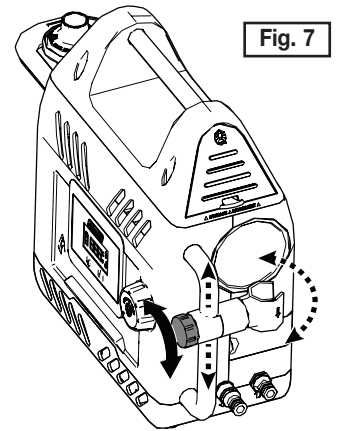

Fig. 7
3. Afloje la perilla de ajuste y regule el ángulo y la altura del brazo de la ducha. Cuando encuentre la posición deseada, apriete la perilla de ajuste (Fig. 7).